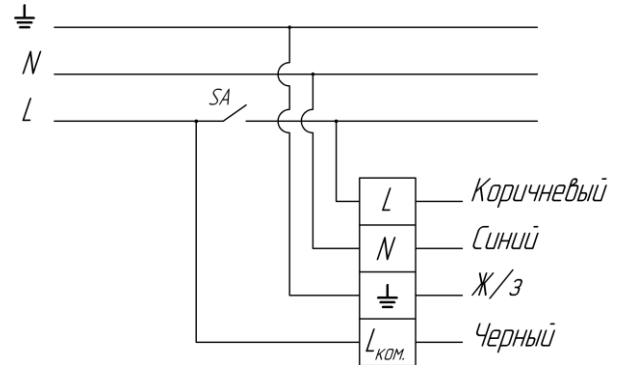
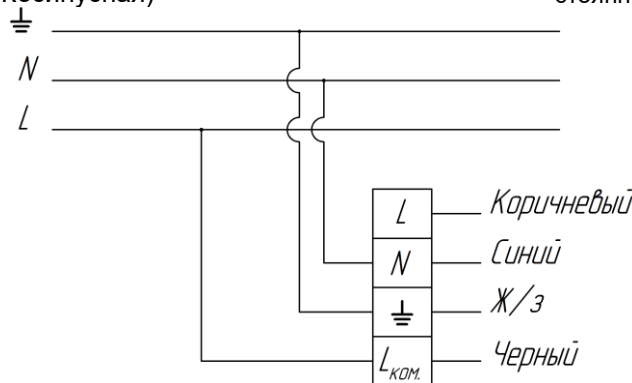

Рис. 6 – Схема подключение светильника Downlight G2 EM постоянного действия
Рисунок 7. Схема подключение светильника Downlight G2 EM непостоянного действия
6.2. Подготавливается отверстие в потолке согласно рис. 1-4. Подключение производить согласно схеме на рис. 6 или на рис. 7 на выбор.